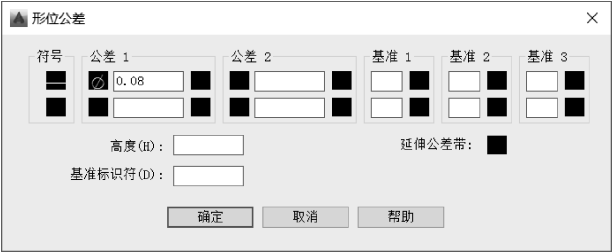

图 9-62 “形位公差”对话框设置示例 1
1) 输入命令后, 打开“形位公差”对话框, 按如图 9-62 所示填写, 结果如图 9-61a 所示。